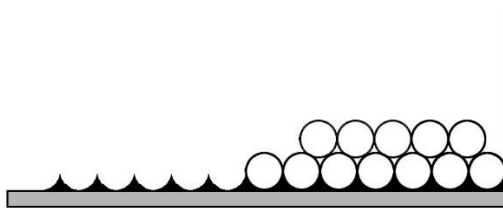

Abbildung 1
- Der erste Sattel jeder Lage ist freizulassen; die nächsthöhere Lage beginnt im 2. Sattel. Ein Schema hierfür von Rohren ist in Abbildung 1 dargestellt.